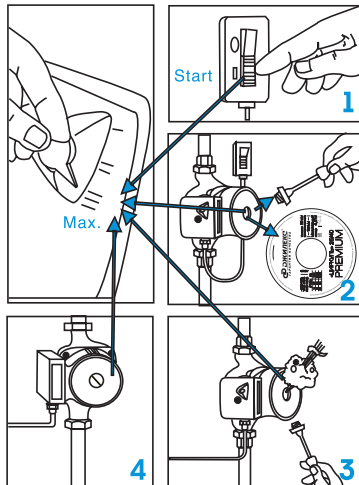

Рисунок 4
6.1 Удаление воздуха (рисунок 4)
В процессе выпуска воздуха необходимо предохранять электрическое соединение от возможного попадания на них теплоносителя (воды). Для выпуска воздуха из насоса необходимо выкрутить винт на обратной стороне электромотора (рисунок 4) – воздух начнет стравливаться через прорезь между валом мотора и подшипником. После того как начнет вытекать теплоноситель, необходимо закрутить винт. В зависимости от условий работы насоса или системы в целом (температура среды), насос может сильно нагреваться.